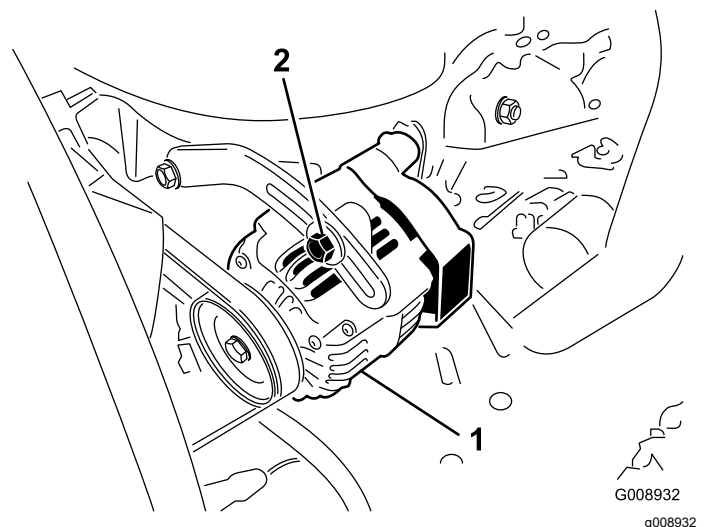

Bild 118
Prüfen Sie den Zustand und die Spannung der Treibriemen (Bild 118) alle 100 Betriebsstunden.
3. Lockern Sie bei einer Durchbiegung von mehr oder weniger als 10 mm die Befestigungsschrauben der Lichtmaschine (Bild 118).